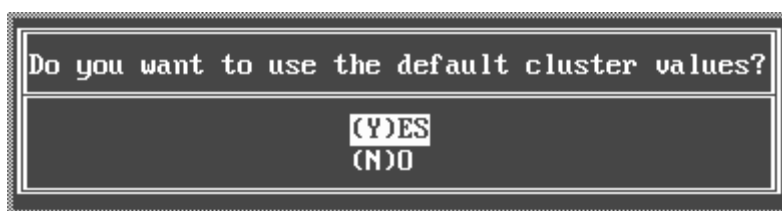

图 3-62 提示是否按照默认的簇进行
接着还是一个询问的窗口，询问你分区是否按照默认的簇进行，选择“(Y) ES”，如图 3-62 所示。